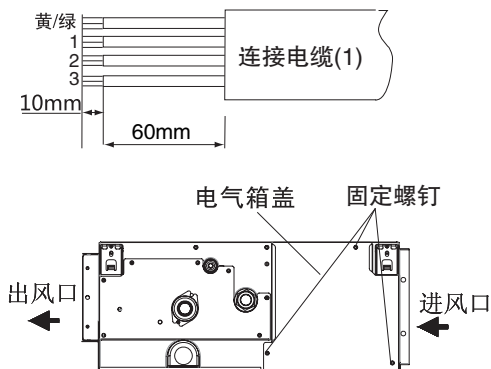

图24-1
- (1) 取下如图24-1电气盖固定螺钉，取下电气箱盖。
- (2) 穿过电控箱上的接线孔，连接接受器连接线到电控箱内的印刷电路板上。
- (3) 连接室内、分枝箱连接线到电气箱的端子上。
- (4) 用连接线压板固定连接电缆。